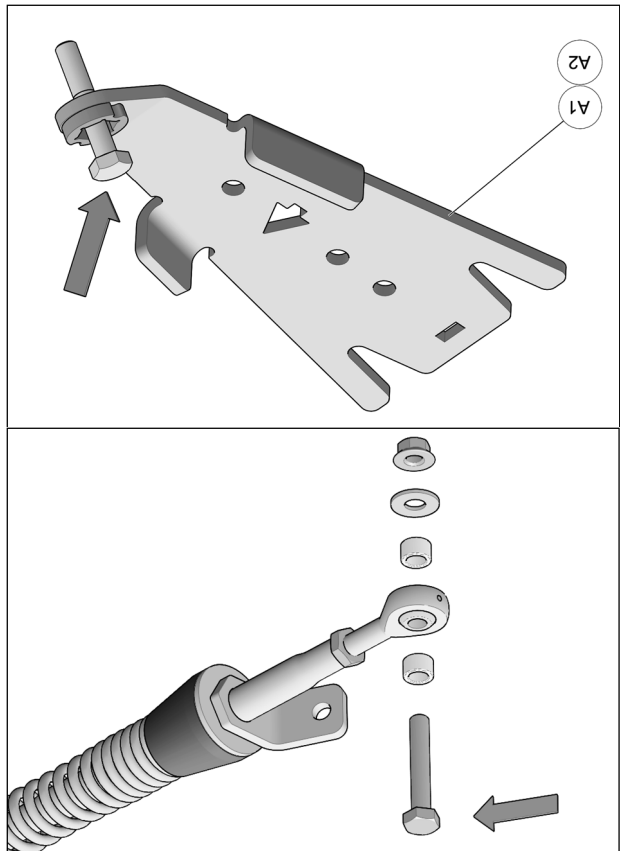

Fig. 12
4. Enlever les boulons, les rondelles et les espaceurs des rotules des bras stabilisateurs des systèmes de rotules des bras stabilisateurs de chacun des ancrages de suspension avant (A1-A2). Fig. 12